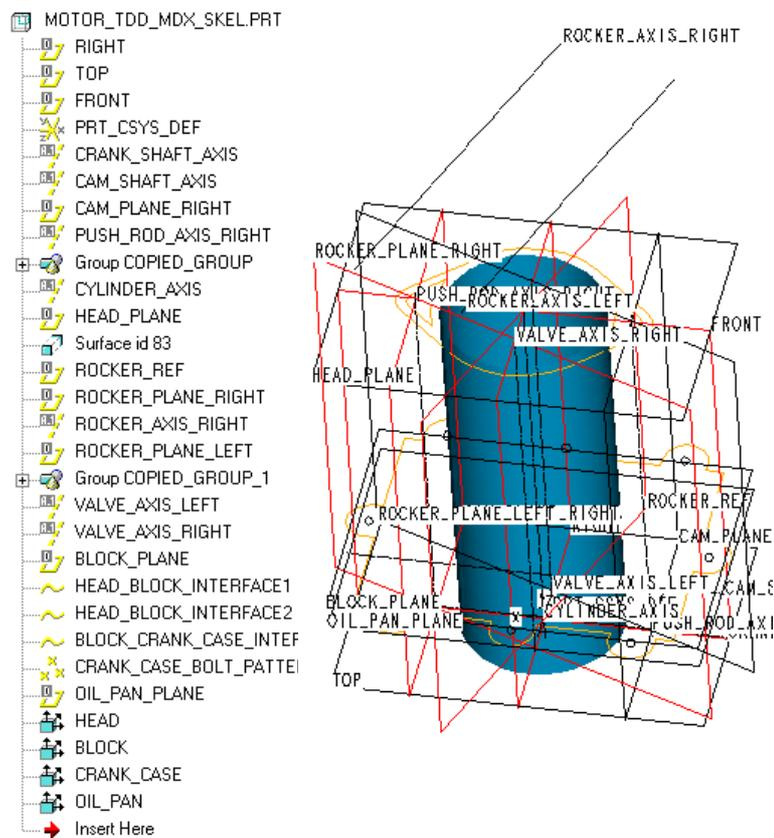

Abbildung 1
4. Es stellt darüber hinaus ein 3D-Layout für Referenzgeometrie dar. Publiziergeometrie-Konstruktionselemente werden für dieses Skelett zur späteren Referenz für Detailkonstruktionsteile erzeugt. Dazu zählen Bolzenmuster und Schnittstellen. Abbildung 1 zeigt den Modellbaum für dieses Basisskelett sowie die Geometrie. Beachten Sie die Publiziergeometrie-Konstruktionselemente im Modellbaum. Dieses Skelett publiziert Geometrie für mehrere Teile der Baugruppe. Die Namen der Publiziergeometrie-Konstruktionselemente entsprechen den Namen der Detailteile. Die Abbildungen 2, 3, 4 und 5 zeigen die speziellen Konstruktionselemente, auf die in jedem Publiziergeometrie-Konstruktionselement verwiesen wird.